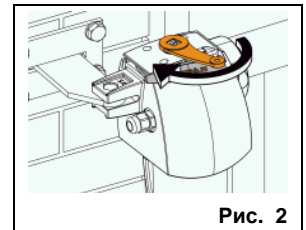

Рис. 2
3. Повернуть ключ в направлении, показанном стрелкой (рис. 2). Отпирающий механизм должен войти в зацепление.